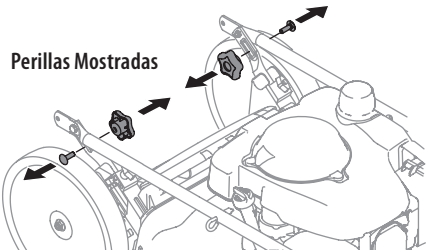

Figura 1
2. Retire las perillas o tuercas de mariposa y pernos de cabeza redonda de la manija (Figura 1). No afloje o quite los tornillos de cabeza hexagonal adyacentes.